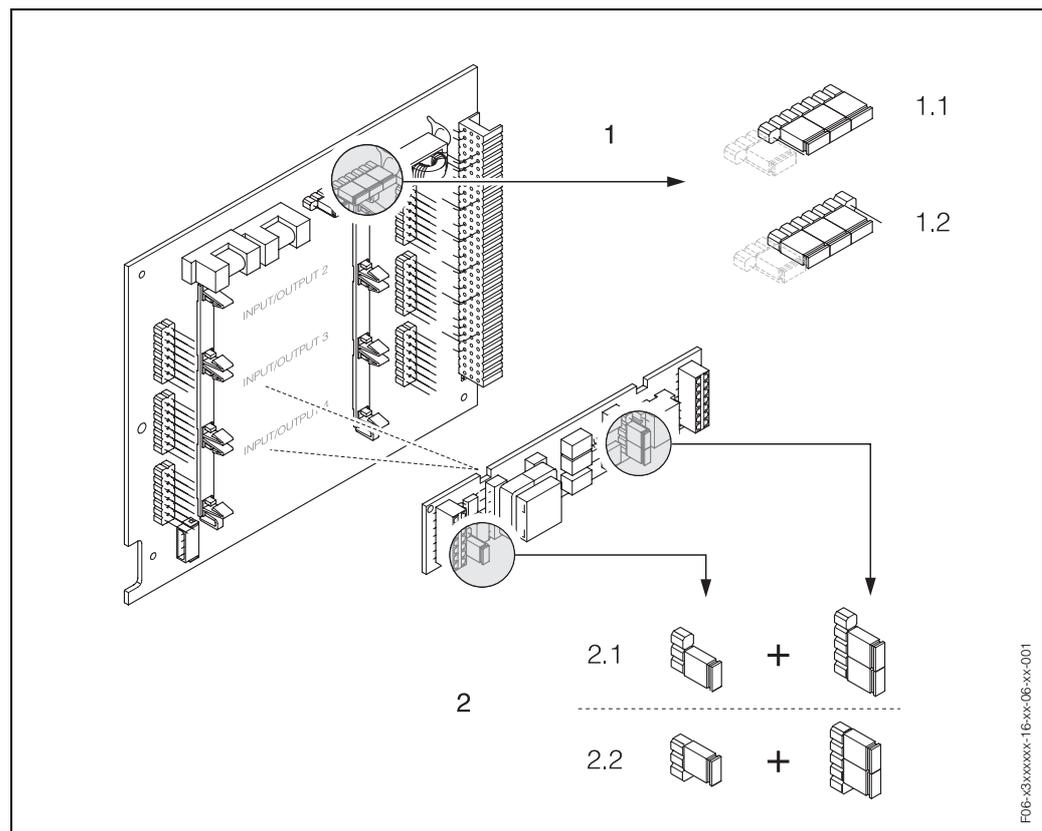

Abb. 52: Stromausgänge konfigurieren mit Hilfe von Steckbrücken (I/O-Platine)
3. Steckbrücken entsprechend Abb. 52 positionieren.
– Zerstörungsgefahr von Messgeräten! Beachten Sie die in Abb. 52 angegebenen Positionen der Steckbrücken genau. Falsch gesteckte Brücken können zu Überströmen führen und damit das Messgerät selber oder extern angeschlossene Geräte zerstören!